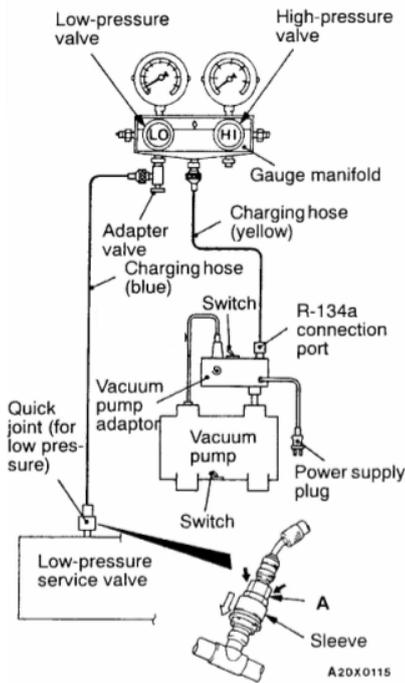

Fig. 18-2
6. CHARGE OF REFRIGERANT (Fig.18-2、 18-3、 18-4、 18-5)